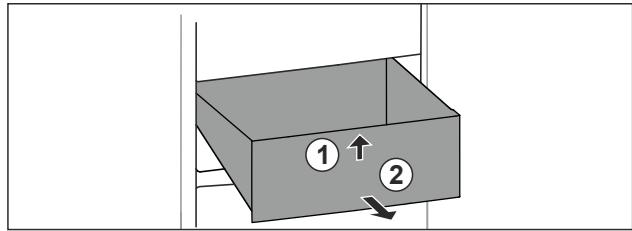

Fig. 59
- ▶ 挑起抽屉前部。Fig. 59 (1)
- ▶ 朝前取出抽屉。Fig. 59 (2)